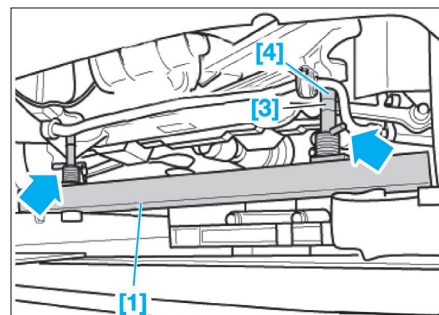

Fig. 2
- Positionner l'élevateur sur les points de prise avant du cric et soulever le véhicule (Fig.2).
- Abaisser le véhicule sur le dispositif de positionnement [1] (Fig.2).